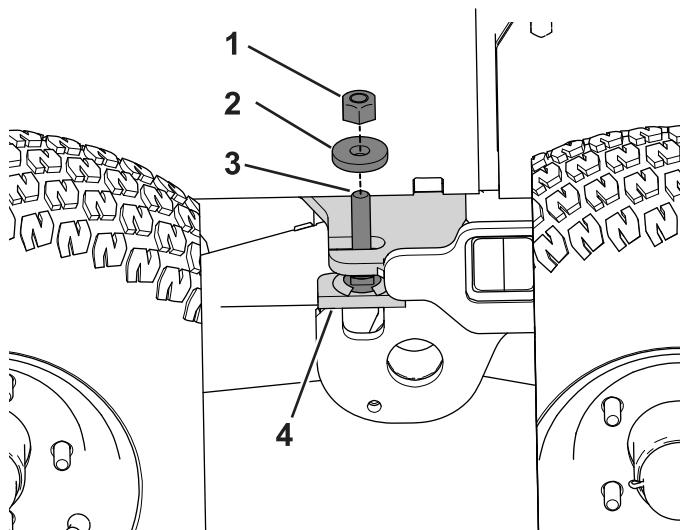

図 86
2. ボギーストップアセンブリについているねじ山付きスタッドからロックナットとワッシャを取り外して脇に置く図 86。